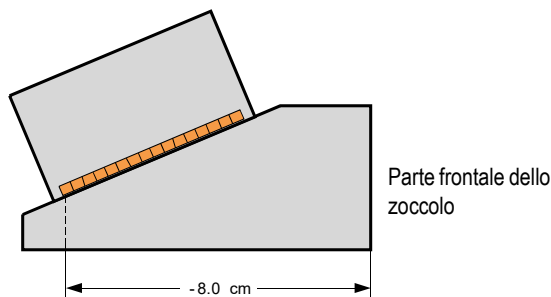

Figura 4-7 La misura dello scarto primario
- d) Selezionare **Scarto pri.** ed in seguito inserire il valore di scarto primario che rappresenta la distanza tra la parte frontale dello zoccolo ed il punto centrale del primo elemento della sonda (vedere Figura 4-7 a pagina 119).